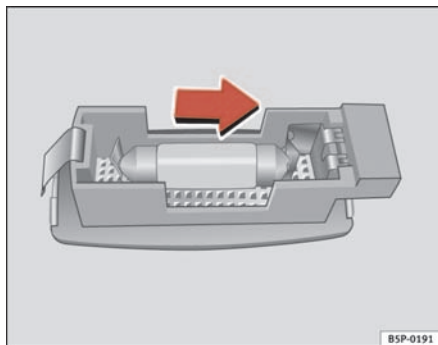

Fig. 192 Desmontagem da luz da pala do sol
- Retire a luz com cuidado, utilizando a parte plana da chave de fendas, tal como indica a figura ⇒ fig. 192.
⇒ fig. 192 ■